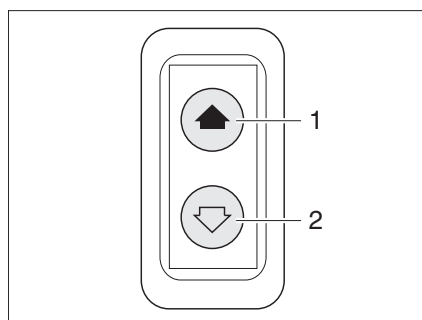

Fig. 19 Interruptor para el elevelunas eléctrico
El vehículo está equipado con un elevelunas eléctrico (Fig. 19) en el lado del conductor.
**Abrir:** ■ Pulsar la parte inferior del conmutador (Fig. 19,2).
**Cerrar:** ■ Pulsar la parte superior del conmutador (Fig. 19,1).